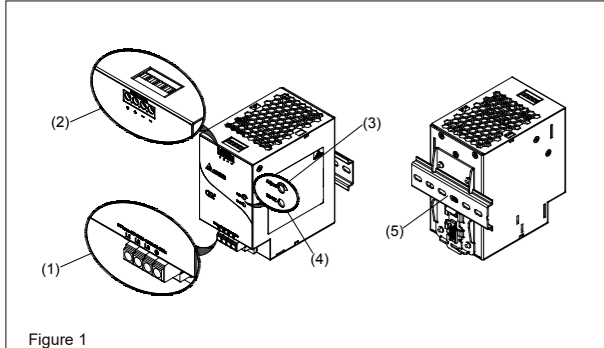
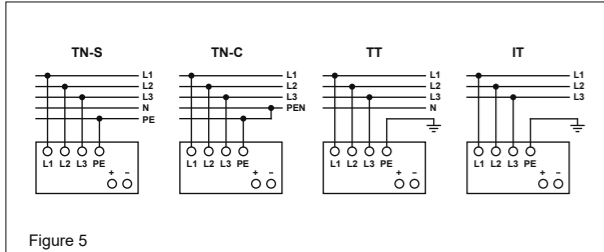

Figure 1
Figure 5
### 2. Gerätebeschreibung (Abb. 1)
#### 5.1. Anschluss der Eingangsklemmen (Abb. 1, Abb. 5)
Verwenden Sie die Eingangsklemmen L1, L2, L3 und PE (Schutzleiter), um den 3-phasigen 400-500Vac-Anschluss herzustellen. Abb. 5 zeigt den Anschluss an die unterschiedlichen Netztypen. Im Falle eines Phasenausfalls ist ein uneingeschränkter Betrieb des Gerätes bei Nennleistung noch möglich.
#### 5.2. Anschluss der Ausgangsklemmen (Abb. 1 (2))
Verwenden Sie die Schraubklemmen „+“ und „-“, um den 24Vdc-Anschluss herzustellen. Am Ausgang stehen 24Vdc zur Verfügung. Die Ausgangsspannung kann am Potentiometer zwischen 24 und 28Vdc eingestellt werden. Die grüne LED „DC OK“ zeigt die korrekte Funktion des Ausgangs an (Abb. 1 (4)). Das Gerät verfügt über einen Kurzschluss-, Überlast- und Überspannungsschutz, der auf 35Vdc begrenzt ist.